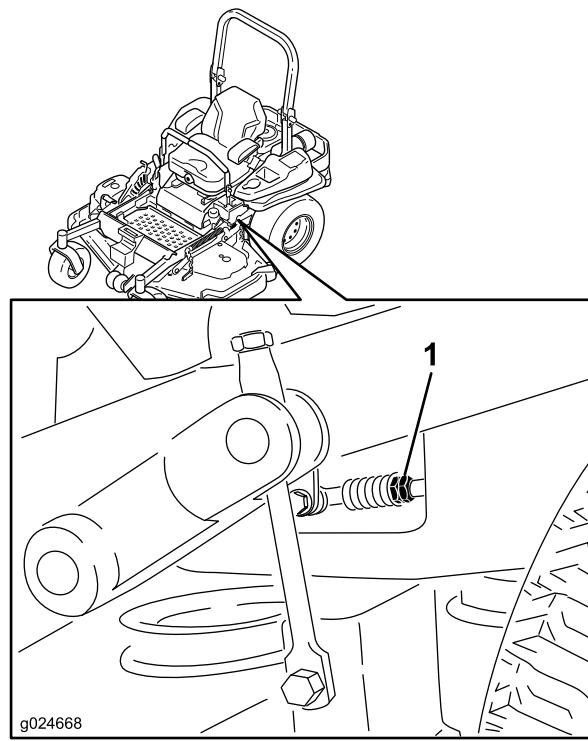

Figure 78
- Réglez la longueur des tiges de commande de pompe en tournant les doubles écrous dans le sens voulu jusqu'à ce que les roues tournent légèrement en arrière (Figure 78).